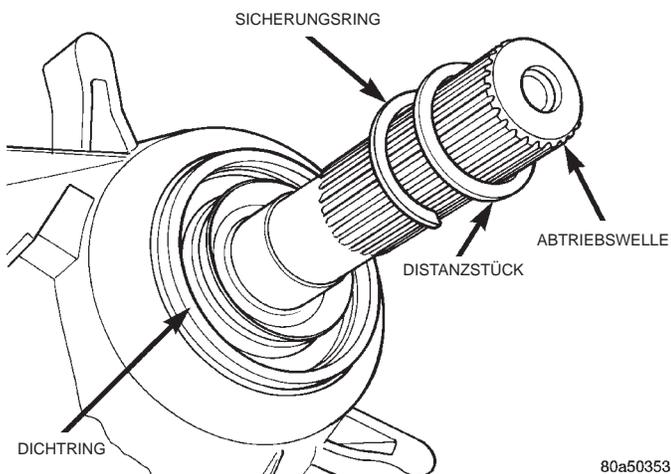

Abb. 9 Distanzstück und Sicherungsring des Abdeckrings
(5) Das Distanzstück des Abdeckrings und den Sicherungsring von der Abtriebswelle abnehmen (Abb. 9).